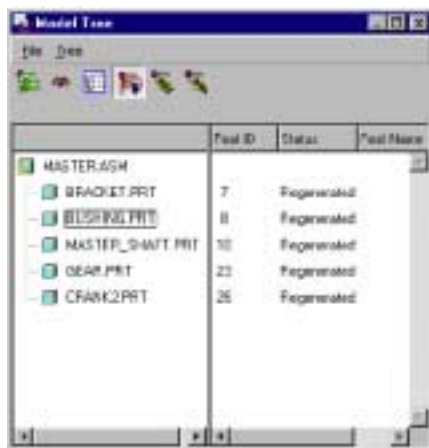

Рисунок 5: Отображение Дерева модели
- ID элемента (как показано на Рис.5).